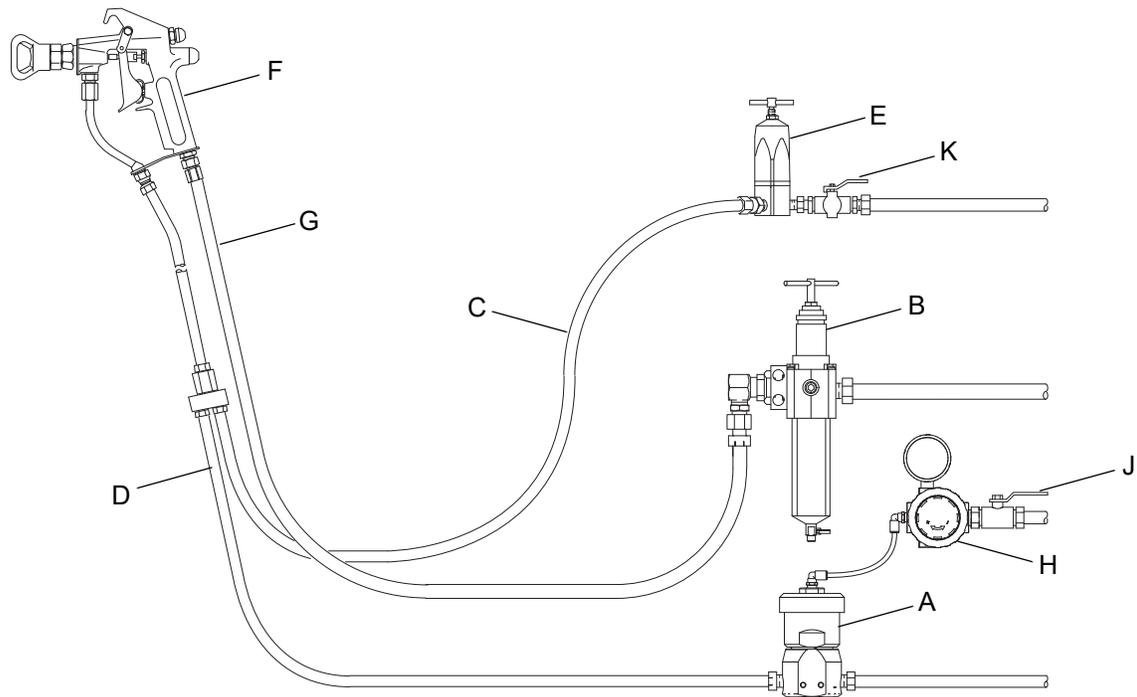

FIG. 1: Instalación típica: una sola estación de pulverización con circulación
La instalación típica mostrada en la Fig. 1 es solo una guía para diseñar un sistema. Para obtener asistencia en el diseño de un sistema que se adapte a sus necesidades particulares, póngase en contacto con su distribuidor de Graco.
1. Instale el regulador de presión de retorno (BPR) (A) en la línea de retorno de fluido (D) o en la línea de retorno del circuito de circulación. Consulte la FIG. 1. Verifique que el BPR esté bien instalado en un sistema de tuberías rígido. Si se emplean líneas de fluido flexibles, deberían usarse los dos orificios de montaje roscados de 1/4 - 20 del lado del regulador para fijar el BPR de forma segura.
2. El BPR (A) tiene un puerto de entrada de 3/8 pulg. y un puerto de manómetro de 1/4 pulg. (el puerto del manómetro puede usarse como puerto de entrada opcional para aplicaciones de bajo caudal). Los dos puertos de salida tienen una rosca npt de 3/8 pulg.